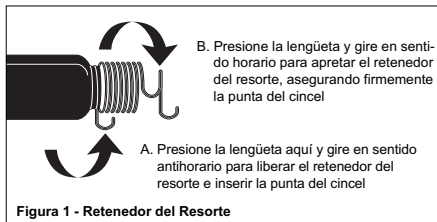

Figura 1 - Retenedor del Resorte
El retenedor del resorte sujeta el martillo en su lugar. El retenedor debe estar conectado fijamente (Vea la Figura 1). El retenedor es un elemento que normalmente se desgasta y deberá reemplazarse cuando esté desgastado. Reemplácelo con el juego de resorte para martillo, número de pieza SV153407AV (2). El retenedor se destornilla para la fácil inserción del martillo.